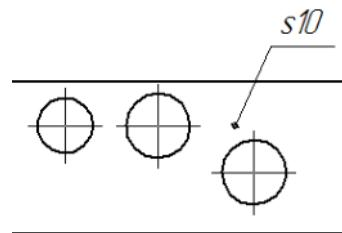

Рисунок 18
12. При изображении детали в 1 проекции толщина обозначается S, а длина L перед размерным числом (Рис.18).